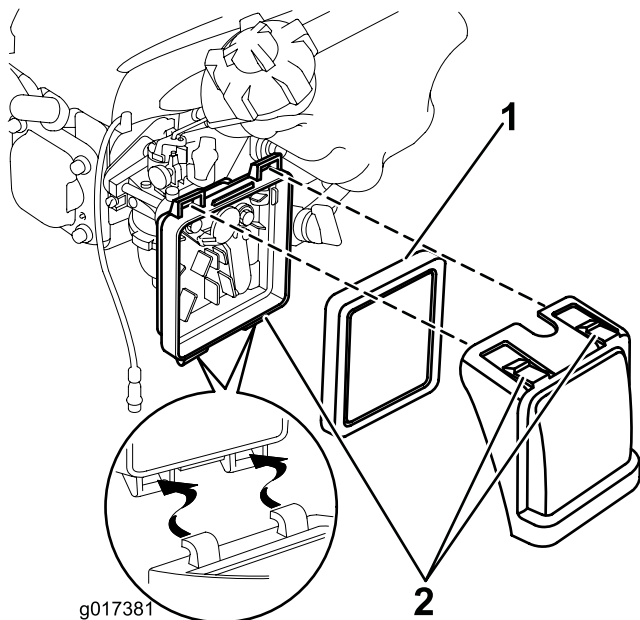

Figura 16
1. Premete verso il basso le linguette di chiusura del coperchio del filtro dell'aria (Figura 16).
2. Aprite il coperchio (Figura 16).
3. Togliete il filtro (Figura 16).
6. Montate il filtro in sede (Figura 16).
7. Montate il coperchio (Figura 16).